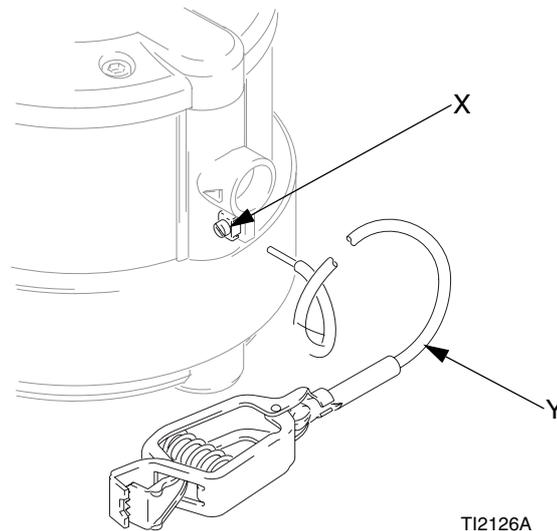

FIG. 3. Messa a terra della pompa
- *Pompa:* Utilizzare un filo di terra con morsetto. Vedere FIG. 3. Allentare il controdado della vite di terra (X). Inserire un'estremità di un cavo di terra (Y) di minimo 1,5 mm² sotto morsetto di terra della pompa e serrare la vite saldamente. Collegare l'altra estremità del filo ad una messa a terra efficace. Per il filo di terra ed il morsetto, ordinare il codice 222011.